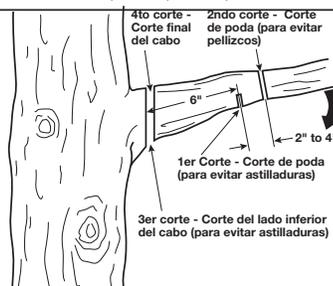

Fig. 15 Secuencia de cortado para podar un árbol
1. Use la parte superior de la barra guía para hacer el primer corte en la parte inferior de la rama. El corte debe ser de aproximadamente 6" del tronco del árbol y 1/3 del grosor de la rama (Fig. 15).
2. Aléjese de 2" a 4" de la rama y use la parte inferior de la barra guía para hacer el segundo corte en el lado superior de la rama. Continúe cortando hasta que la rama se desprenda completamente del árbol (Fig. 15).
3. Use la parte superior de la barra guía para hacer el tercer corte en la parte inferior de la rama cortada. Se debe hacer lo más cerca posible al tronco del árbol y alrededor de 1/3 del grosor de la rama cortada (Fig. 15).
4. Use la parte inferior de la barra guía para hacer el cuarto y último corte. Haga este corte directamente sobre último y hacia abajo a través de la rama cortada (Fig. 15).